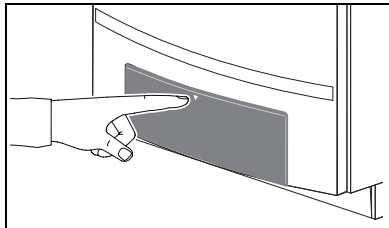

Bild 24 Öppen manöverpanel
- Öppna manöverpanelen genom att trycka på luckan (→ bild 24).